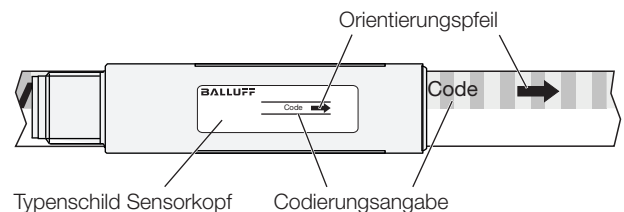

Bild 4-1: Ausrichtung Sensorkopf zu Maßkörper
3. Den Maßkörper entsprechend der Bedruckung ausrichten (vgl. Bild 4-1 auf Seite 8).